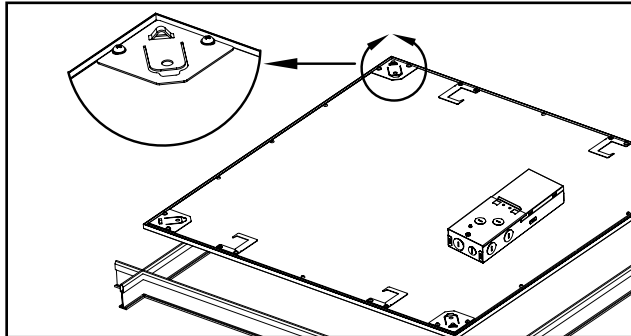

Figure 2.
**Remarque :** Les poids des luminaires sont indiqués ci-dessous. Assurez-vous que l'emplacement de la grille est conçu pour supporter le poids du luminaire avant de passer à l'étape suivante. En cas d'incertitude, utilisez le câble pour supporter le luminaire à la poutre de soutien appropriée au-dessus du luminaire en utilisant les trous circulaires des languettes de coin (Fig. 2).